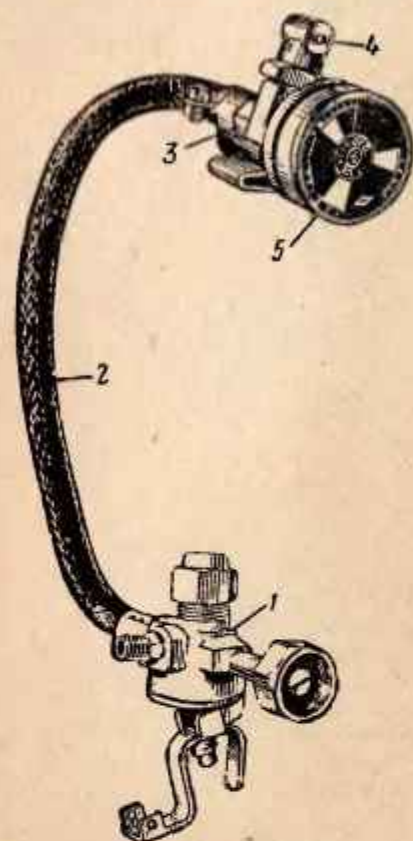

Рис. 9. Общий вид узлов, находящихся под высоким давлением:
8. Трубка высокого давления (рис. 9) служит для подведения кислорода в указатель запаса кислорода и указатель минимального давления. Трубка сделана из меди, покрыта резиной с нитяной оплеткой и может изгибаться. Одним концом через ниппель трубка присоединена к легочному автомату, другим концом — к тройнику 3.
10. Указатель запаса кислорода ГМ-1 (рис. 9) служит для указания давления кислорода в баллоне при работах как под водой, так и на суше. Для удобства наблюдения за показаниями указатель запаса кислорода крепится на груди работающего, на левом плечевом ремне.